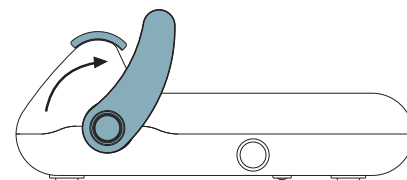

Fig.4
- 5▶ Levante a alavanca (Fig. 4) e retire a embalagem.